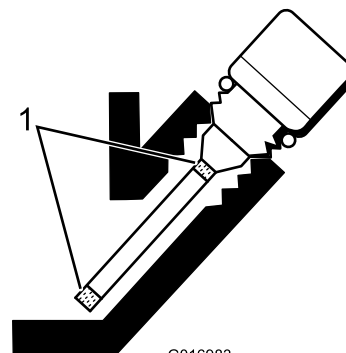

Bild 23
5. Füllen Sie bei niedrigem Ölstand so viel Öl ein, dass der Stand zwischen den Markierungen an der Anzeige liegt (Bild 23).